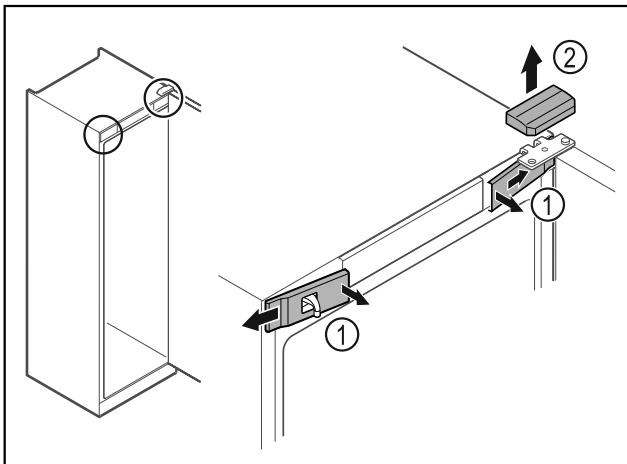

Fig. 11
- ▶ Откопчайте предните капаци Fig. 11 (1) отвътре и свалете настрани.
- ▶ Свалете горния капак Fig. 11 (2) нагоре.